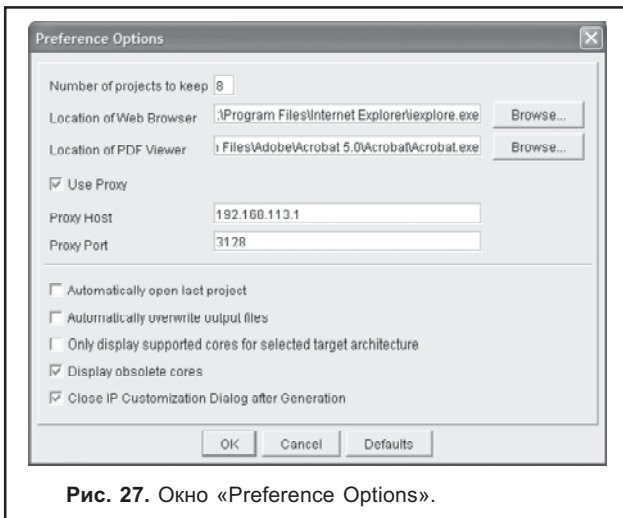

Рис. 27. Окно «Preference Options».
При выборе этого пункта на экране появляется диалоговое окно настройки основных параметров утилиты CORE Generator (рис. 27).
- **«Use Proxy»** – этот раздел выбирается, если Вы подключаетесь в Интернет, используя прокси-сервер. Для определения его параметров в разделе **«Proxy Host»** указывается его адрес или, как в случае, показанном на рис. 27, его IP-адрес (192.168.113.1) и номер порта, через который осуществляется к нему доступ – **«Proxy Port»** – в нашем случае 3128. Для получения информации о настройке сети обратитесь к Вашему системному администратору. Настройка этой опции необходима для того, чтобы утилита могла выходить в Internet для автоматического обновления.